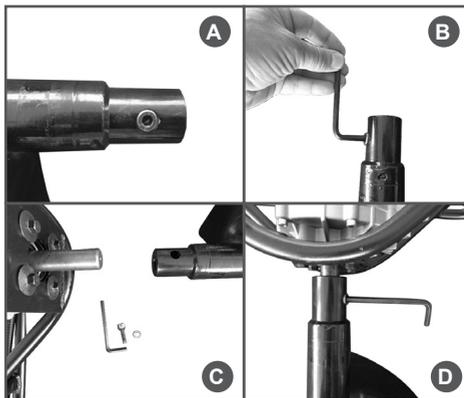

Рис. 3 Установка шнека
3. Снимите крепеж со шнека (Рис. 3А, 3В).
5. Совместите крепежное отверстие вала отбора мощности с крепежным отверстием шнека (Рис. 3С).
6. Закрепите шнек на валу отбора мощности с помощью прилагаемого крепежа и надежно затяните его (Рис. 3Д).